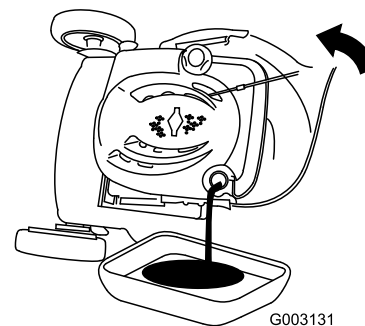

Figura 48
3. Ponga el cortacésped de lado (con el filtro de aire hacia arriba) para drenar el aceite usado a través del tubo de llenado de aceite (Figura 48).